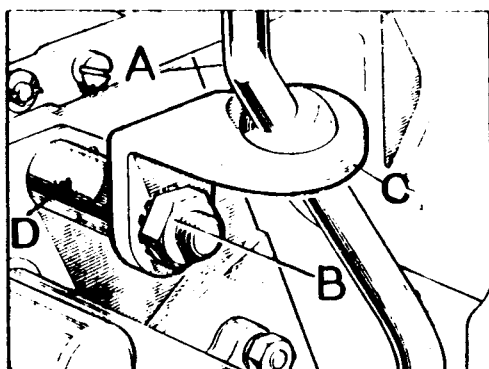

Fig. C-32 Eslabón para el eje selector de la caja reductora
- 1.8. Soltar la tuerca de sujeción, que fija el eslabón, C (Fig. C-32) de la palanca reductora al eje selector de "Alta" y "Baja" velocidad, D.
- 2.7. Colocar en su sitio la palanca, A (Fig. C-32), de la caja reductora y asegurarse del apriete de la tuerca, B, de fijación del eslabón, C.